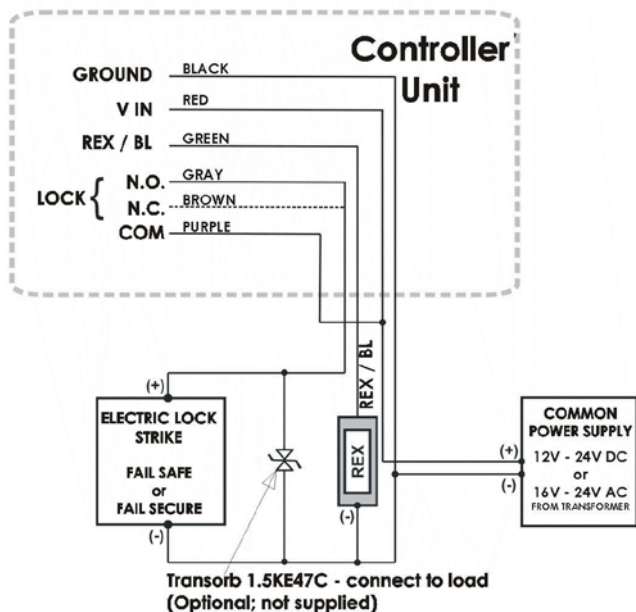

Figura 3: Diagrama de Cableado para Relé de Cierre & REX
- Conectar el Relé de Cierre & REX (Figura 3)